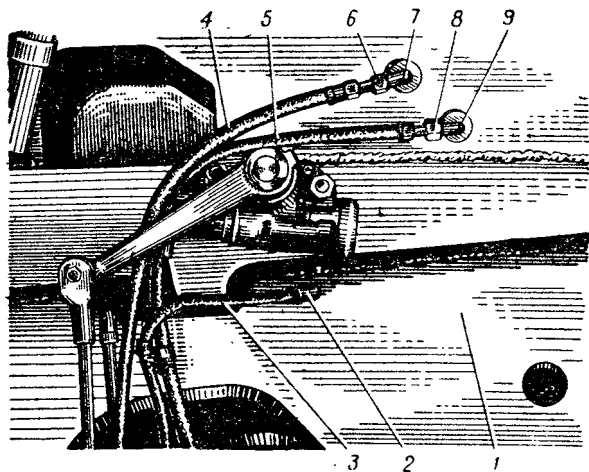

Рис. 28. Присоединение гибких шлангов к корпусу машины:
3. Ослабить винты крепления скоб на воздушных шлангах 4 и 5 (рис. 28) и снять скобы. Отогнуть концы скобы и вывести из скобы шланги. Отвернуть накидные гайки 6 и 8 и отсоединить воздушные шланги от штуцеров 7 и 9.
3. Установить на штуцер 2 (рис. 28) шланга 3 уплотнительное кольцо, вставить штуцер в отверстие корпуса машины и закрепить гайкой с пружинной шайбой.
8. Вывернуть наконечники шлангов 3, 4 и 5 (рис. 28) из правой и левой цапф и снять шланги. Снять с наконечника шланга 3 уплотнительное кольцо.
7. Надеть на наконечник шланга 3 (рис. 28) уплотнительное кольцо и ввернуть в правую и левую цапфы. Ввернуть наконечники шлангов 4 и 5 в штуцеры правой и левой цапф.